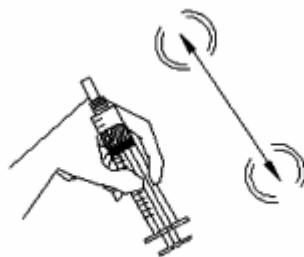

Figura 9
11. Agita la jeringa para permitir que se mezclen los reactivos. Al comenzar la reacción, el gas que se genera moverá el émbolo hacia fuera (o podrá requerirse ayudar al émbolo a salir, jalándolo suavemente). (Figura 9).